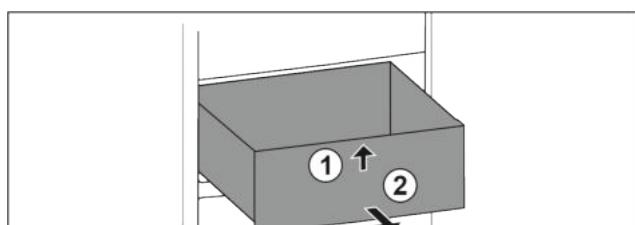

Fig. 19
- Повдигнете чекмеджето отпред. Fig. 19 (1)
- Извадете чекмеджето напред. Fig. 19 (2)